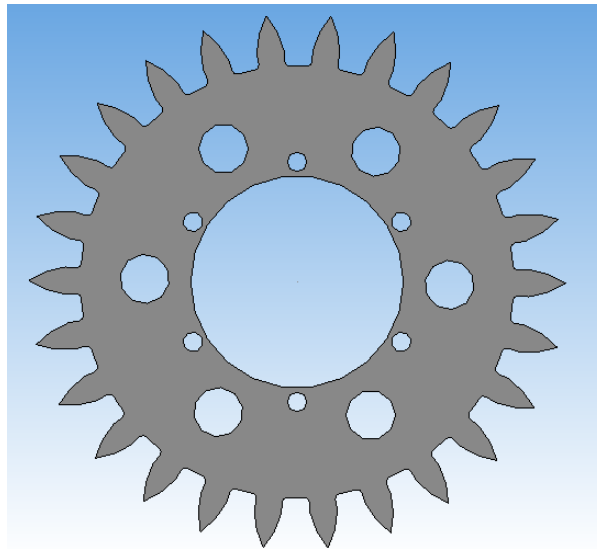

Рисунок 1.5 – Количество зубцов, k
- количество зубцов, k (рисунок 1.5);